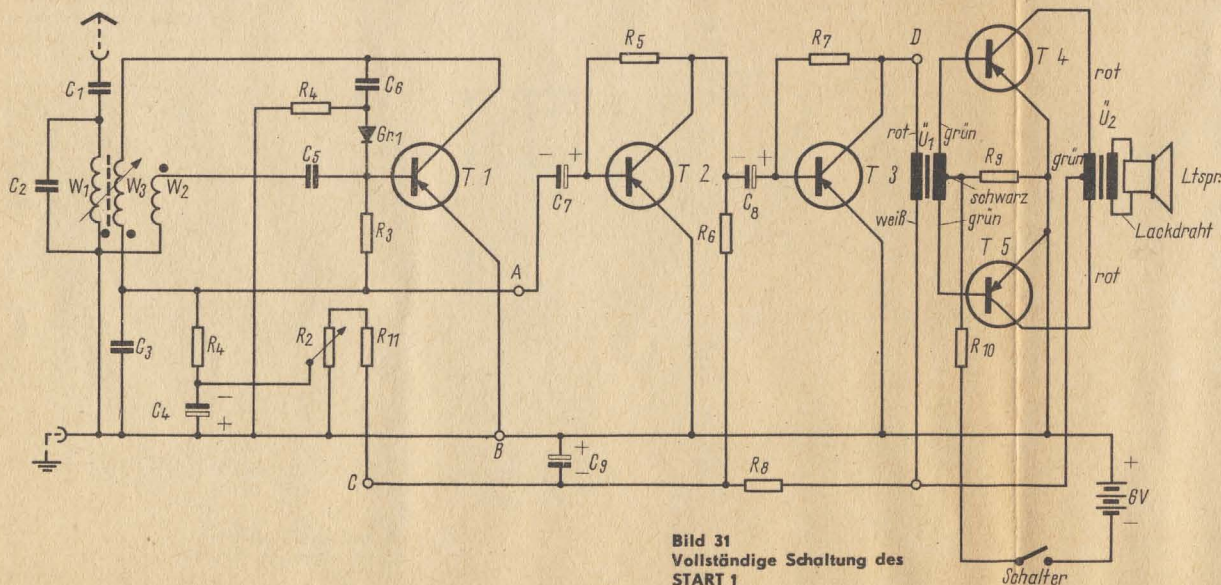

Bild 31
Ebenso wahlweise mit Kopfhörer oder – über A- bzw. B-Endstufe – mit Lautsprecher zu betreiben ist das rückgekoppelte Audion. Die leistungsfähigste Variante (START 1) zeigt Bild 31. Zum besseren Verständnis sind in Bild 32 etwa in gleicher Lage wie im Schaltbild die körperlichen Bauelemente dargestellt. START 2 endet dagegen hinter T 3; statt des K 20 wird hier ein Kopfhörer angeschlossen; das Siebglied R 8 C 9 entfällt. Seine Schaltung kann man aus Bild 31 ablesen. In Bild 32 ist neben dem Übertrager K 20 ein Kleinhörer KN 04 erkennbar (400 Ohm). Statt seiner läßt sich aber auch jeder beliebige hochohmige (1000 bis 4000 Ohm) Kopfhörer verwenden.
Bei Anschluß der Windungen ist auf richtige Polung zu achten, da sonst keine Entdämpfung zustande kommt. Die Punkte in Bild 31 deuten an, wohin die gemeinsamen Anfänge der Windungen bei gleichem Wicksinn zu legen sind. Während also der Anfang der Kollektorwicklung den Punkt für die Einspeisung der Gleichspannung und für die Entnahme der Niederfrequenz bildet, wird der Anfang der Basiswicklung an Basis, ihr Ende aber an Masse gelegt. Der masse-seitige Kreiswicklungsanschluß schließlich ist der Anfang dieser Spule; dort beginnen, körperlich gesehen, auch die beiden anderen Windungen.
in gleicher Lage wie bei Bild 31
4.1. START 1 (vgl. Bild 31)
4.2. START 2 (vgl. Bild 31 bis T 3)